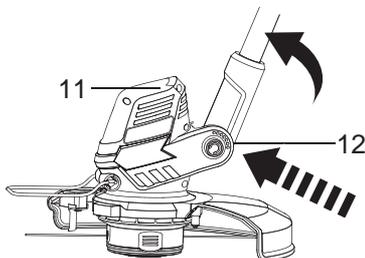

Fig. 17
- > Appuyez sur le bouton de verrouillage [8] puis réglez la tête de coupe [11] sur l'angle qui convient. L'articulation comporte 5 crans entre 0° et 90° (Fig. 17,18,19).